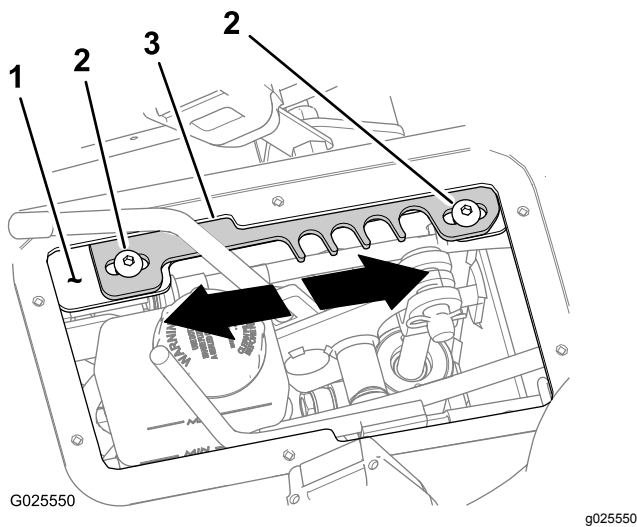

Figura 62
- Mueva la palanca de intervalos de velocidad a la posición T (TRANSPORTE) (Figura 62).
- Afloje los 2 tornillos allen (5/16" x 3/4") que sujetan la placa de retención al soporte de la palanca (Figura 62).
- Mueva la placa de retención **hacia adelante** para aumentar el límite máximo de la velocidad de avance (Figura 62).
- Mueva la placa de retención **hacia atrás** para reducir el límite máximo de la velocidad de avance (Figura 62).